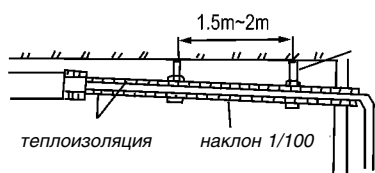

Рис. 19
- Установка дренажной системы показана на рис. 19 – 20.